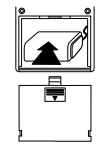

Figure 16: Installation de la pile de l'émetteur
- Premièrement, installer une pile alcaline de 9 volts dans l'émetteur portatif [Voir Figure 16]. Pour tester la pile, appuyer sur le bouton ARRET/AUTO REDEMARRER situé sur l'émetteur. Le voyant rouge de l'émetteur s'allumera pendant 2 secondes et trois bips sonores résonneront. Après une utilisation intense (environ un an), la pile sera faible et le voyant rouge faiblira également. Remplacer la pile lorsque le voyant commence à s'atténuer ou si la distance d'utilisation commence à diminuer.
- Visser une vis No. 8 à travers chacun des deux trous au bas du boîtier du programmeur et dans le mur [Voir Figure 16].